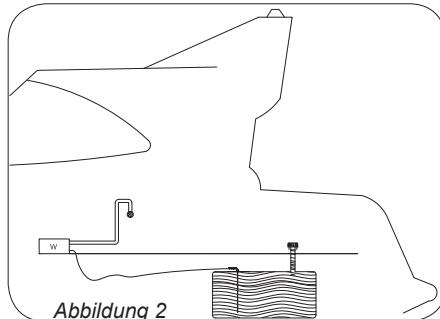

Abbildung 2
2. Der Brennstoff kann zeitweise über den Brenner/Herd steigen (z. B. im Brennstoftank-Füllstutzen oder wenn sich das Boot neigt). *Abbildung 2.*